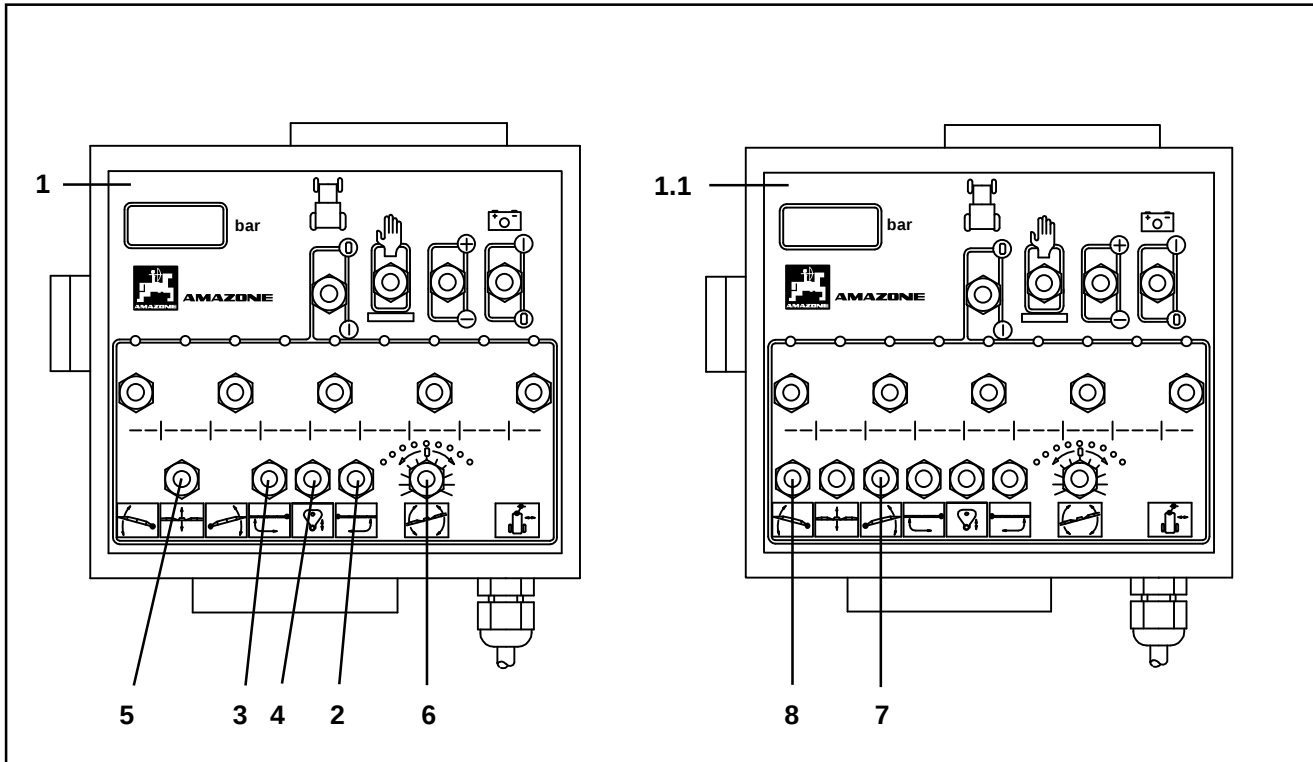

Fig. 10.30
- En actionnant l'interrupteur (fig. 10.30/5) correspondant à la fonction montée/descente hydraulique, montez la rampe à mi-hauteur.
- Maintenez les interrupteurs (fig. 10.30/7 et 10.30/8) sur la position "abaissér" jusqu'à ce que les deux faisceaux de bras de rampe soient en position basse horizontale.
- Maintenez les interrupteurs (fig. 10.30/2 et 10.30/3) sur la position "déplier" tout le temps nécessaire à ce que tous les tronçons de rampe soient totalement dépliés. Les vérins hydrauliques assurent respectivement le verrouillage de la rampe en position de travail.